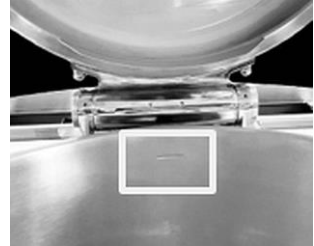

Abb. 11
Nehmen Sie das Gerät nicht in Betrieb bevor Sie den Garbehälter und den Hohlraum mit Wasser bis zur MAX-Markierung (Abb. 11) gefüllt haben.
- Öffnen Sie den entsprechenden Wassereinlasshahn (Abb. 12), um den Garbehälter bis zum gewünschten Füllstand, aber höchstens bis zur MAX-Markierung (Abb. 11), mit warmem oder kaltem Wasser zu befüllen. Berücksichtigen Sie dabei das Volumen der zu garenden Produkte.